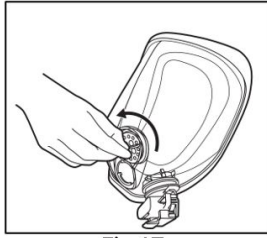

Fig.17
4. Retire el conjunto del diafragma de comunicación girándolo 1/4 de vuelta en sentido contrario a las agujas del reloj (Fig. 17).
4. Retire el diafragma de comunicación, para ello, gírelo 1/4 de vuelta en sentido contrario a las agujas del reloj (Fig. 17).